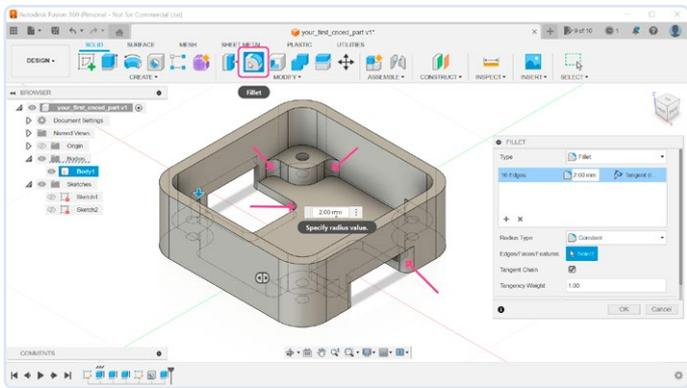

Bild 19. Abrunden der Innenkanten.
19) Das Gehäuse ist fast fertig. Wir haben eine Grundform, Schraubdom mit Gewindelöchern und Löcher auf der Unterseite des Gehäuses für den Zugang zu den Platinenanschlüssen. An diesem Punkt wäre es angebracht, die Form ein wenig zu optimieren, um die Herstellung zu vereinfachen. Da das Fräs Werkzeug immer einen bestimmten Durchmesser hat, ist es unmöglich, scharfe Innenkanten zu erzeugen. Dem können wir Rechnung tragen, indem wir mit dem Verrundungswerkzeug **Fillet** (Bild 19) aus der Gruppe **Modify** eine kleine Abrundung hinzufügen. Sobald das Werkzeug aktiv ist, wählen Sie alle „harten“ inneren Ecken aus und geben einen kleinen Abrundungswert ein, zum Beispiel 2 mm.